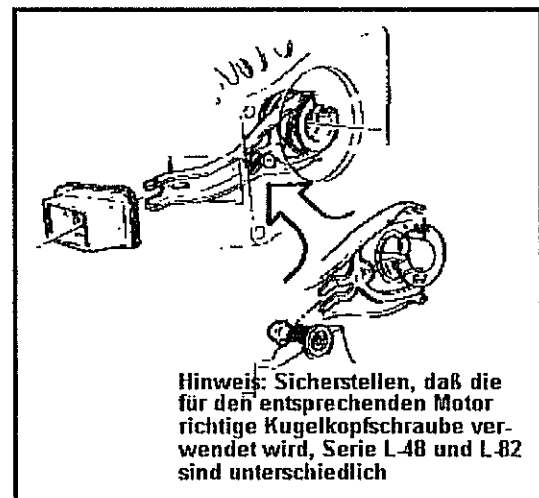

Abb. 11-30 Befestigung der Kugelkopfschraube
- HINWEIS: Der Kugelkopf ist mit einem Gewinde in die Kupplungsglocke eingedreht. Dieses Kugelkopfschraube kann leicht ersetzt werden. Siehe Abb. 11-30.